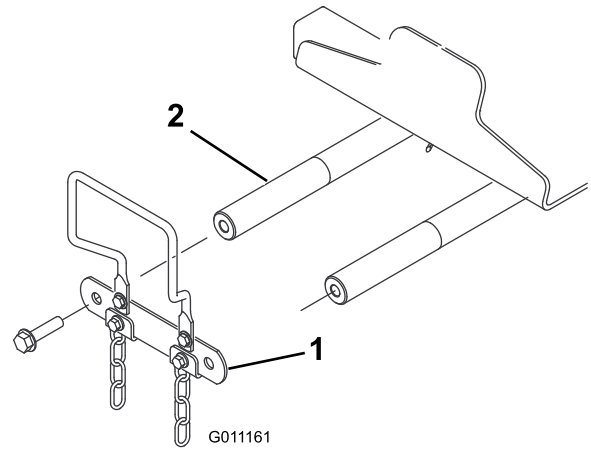

Bild 10
4. Entfernen Sie die beiden Bundkopfschrauben ( $1/2'' \times 2''$ ) an der Vorderseite der Maschine, mit denen die Gelenkwellenverbindung an den Gelenkwellen des Hubarms befestigt ist, und nehmen Sie die Verbindung ab (Bild 10).